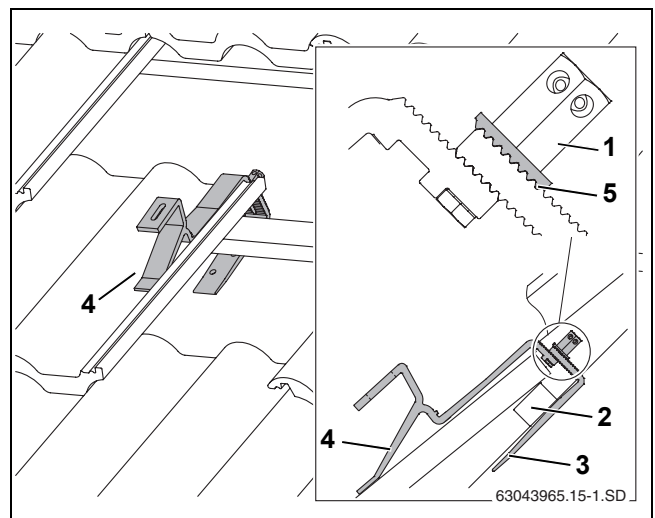

Fig. 12 Gancho de tejado enganchado (para facilitar la vista se han eliminado de la figura algunas tejas)
- ▶ Enganche los ganchos del tejado de tal forma que el apoyo delantero descansa sobre el perfil ondulado (Fig. 12, [4]).
- ▶ Deslice hacia arriba la parte inferior del gancho de tejado (Fig. 12, [3]) hasta que éste descansa sobre el listón del tejado (Fig. 12, [2]).
- ▶ Apriete la tuerca hexagonal larga (Fig. 12, [1]). Introduzca para ello la llave de tamaño 5 en un orificio de la tuerca hexagonal y gírela.
La arandela dentada (Fig. 12, [5]) debe encajar en el lado dentado de la parte inferior del gancho para tejado.